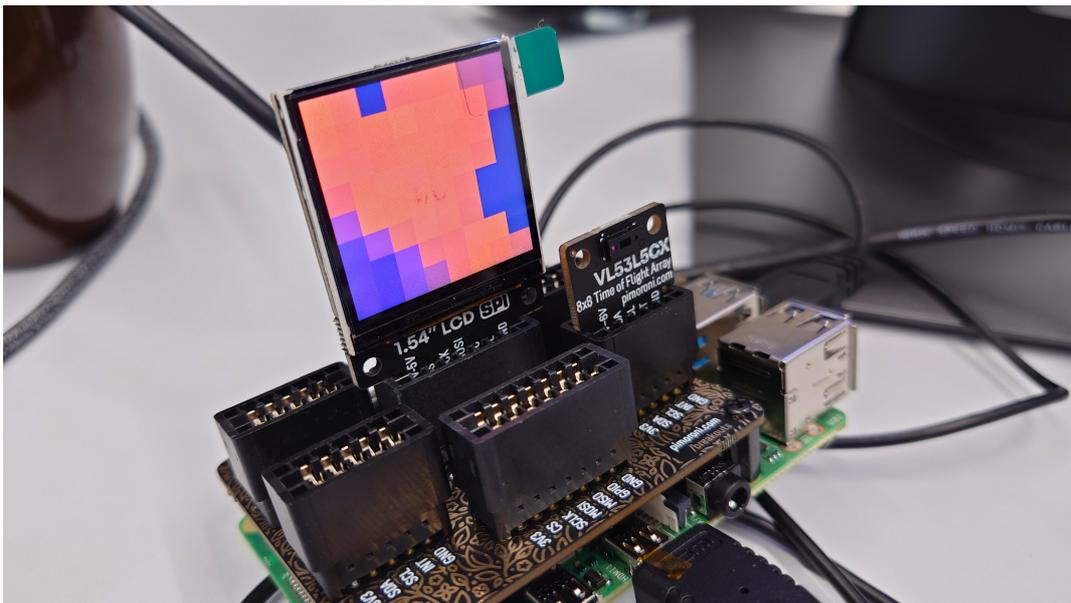

Abb. 3: Aufbau der Versuchsanordnung für die Distanzmessung mit dem LCD Bildschirm montiert im dem *hinteren* SPI Slot
- Kontrolliere, ob der Raspberry Pi den *Breakout Garden HAT* mit den 2 SPI Anschlüssen und 4 I2C Anschlüssen bestückt ist (Abb. 3).
- Montiere den Bildschirm im hinteren SPI Slot des *Breakout Garden HATs* wie in Abb. 3, da er sonst die Messung des VL53L5CX Sensors verdeckt.